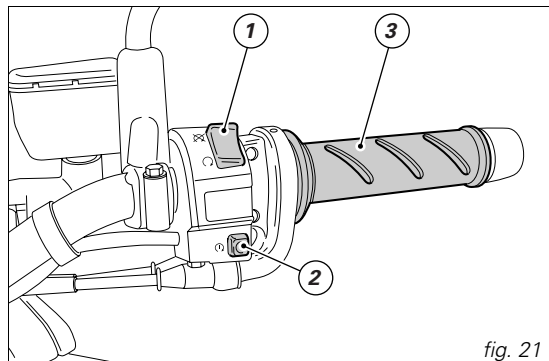

fig. 21
- 1) se il codice viene riconosciuto, la spia IMMO (3, fig. 5), posta sul quadro strumenti, emette un breve lampeggio; il sistema di protezione ha riconosciuto il codice della chiave e disattiva il blocco motore. Premendo il pulsante  avviamento motore (2, fig. 21), il motore si avvia;
Commutatore destro (fig. 21)
Manopola girevole comando acceleratore (fig. 21)